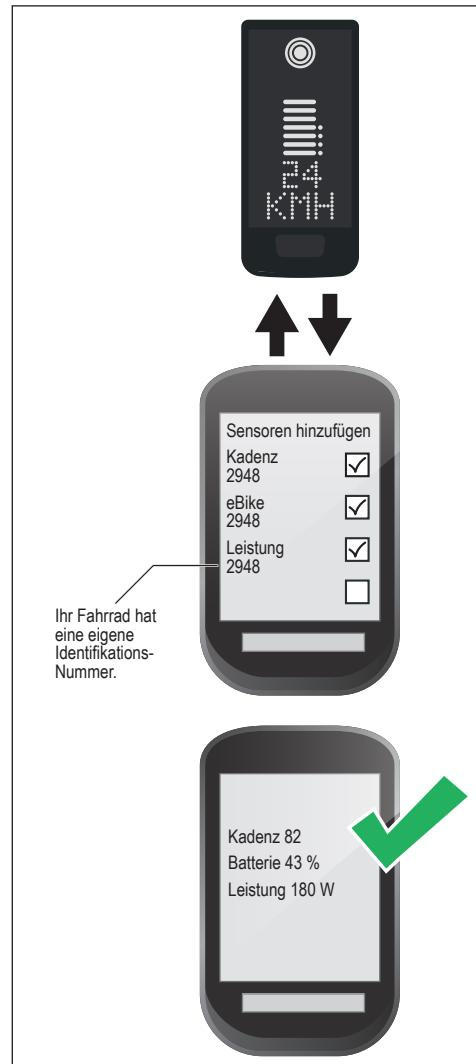

Abb. 8: Verbindung E-Bike zu Fahrradcomputern
- Wählen Sie mindestens einen der drei dargestellten Sensoren (siehe Abb. 8) aus.